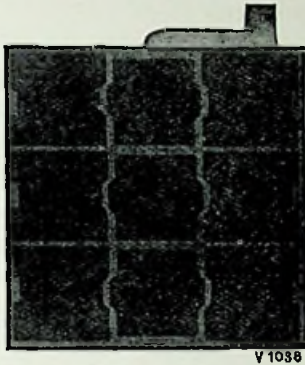
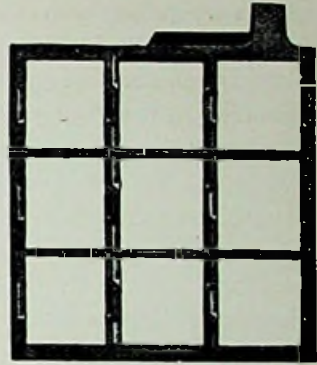

Fig. 3.
Fig. 4.
3. Massa-platen; dit zijn roosterplaten, waarvan het rooster zeer groote mazen heeft, zoodat de massa niet door het rooster wordt vastgehouden, doch een dusdanige samenstelling moet hebben, dat de massa behoorlijk gebonden blijft. Fig. 3, toont een dergelijke plaat, terwijl fig. 4 het rooster weergeeft.